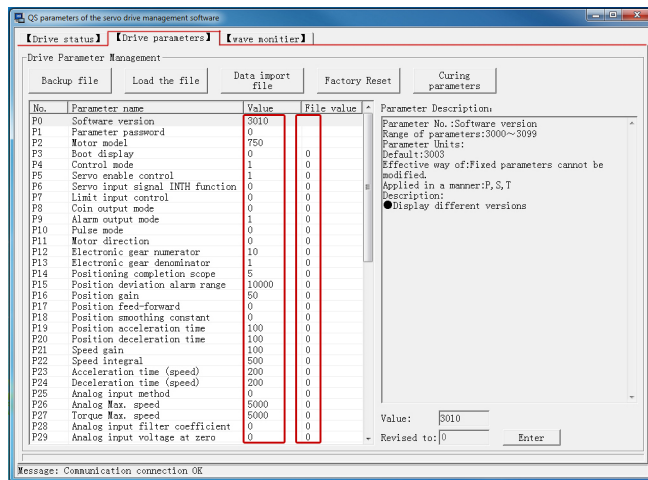

Рис.3.
- Перейти на вкладку «Drive parameters». При верном подключении, в таблице значений параметров, в колонке «Value» должны быть параметры драйвера по умолчанию. Колонка «File value» должна содержать нули (рис. 3);